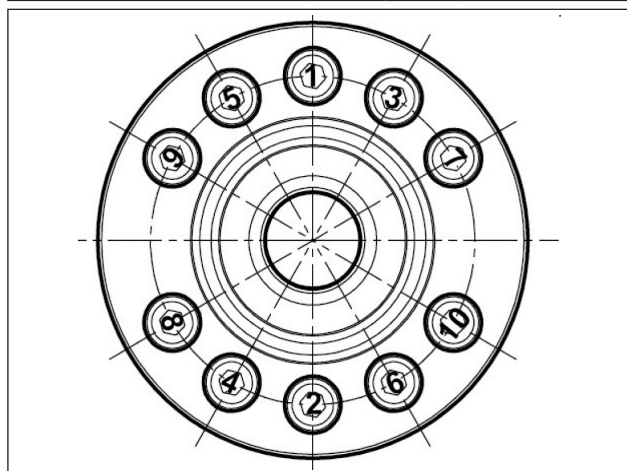

Fig. 50
**** Los tornillos de fijación del soporte, esquema Fig. 50, se deben apretar en dos fases: